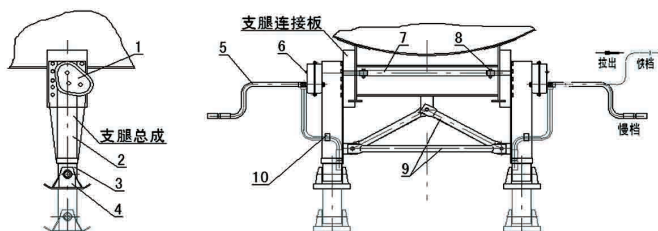

图9：支撑装置
7、支撑装置（见图9）
SUPPORT DEVICE(SEE FIG.9)